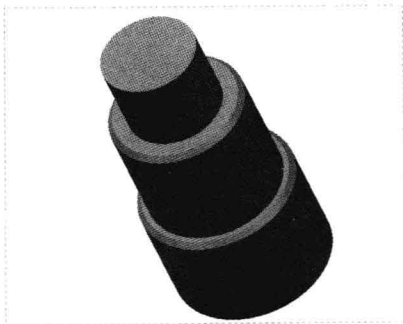

图 11-41 创建元件
Step 12 执行操作后,即可创建元件,效果如图 11-41 所示。